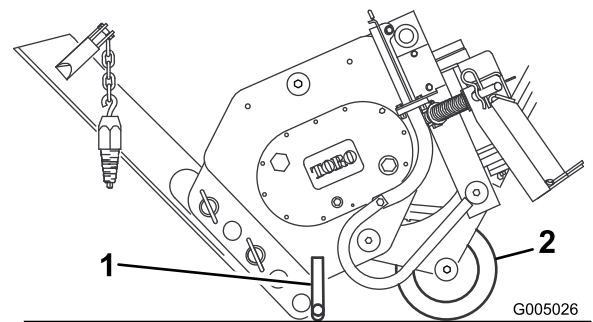

Bild 8
3. Schwingen Sie das Messer nach oben und befestigen Sie es, wie in Bild 8 abgebildet.
4. Kippen Sie den Pflug nach vorne und senken Sie ihn auf den Boden oder Anhänger ab; der Ständer und Bügel sollte das Gewicht des Pflugs abstützen (Bild 8).